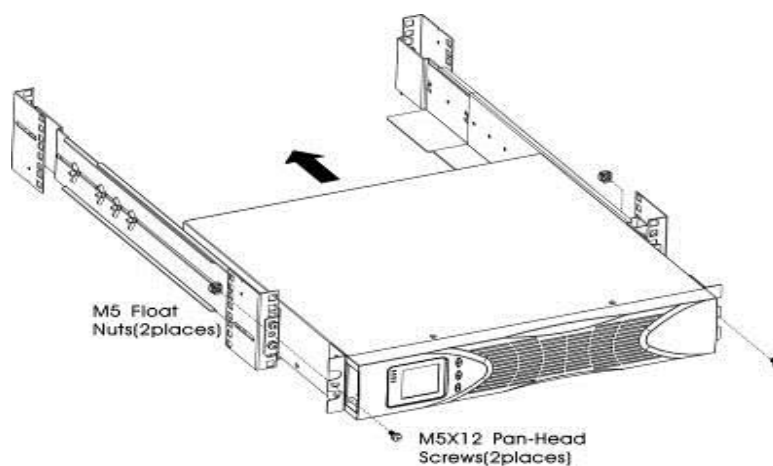

Рисунок 4.
- l) Закрепите переднюю часть ИБП к стойке, используя один винт с круглой головкой M5x12 и одну гайку M5 с каждой стороны (см. Рис. 4). Установите нижний винт с каждой стороны через нижнее отверстие монтажного кронштейна и нижнее отверстие рейки.